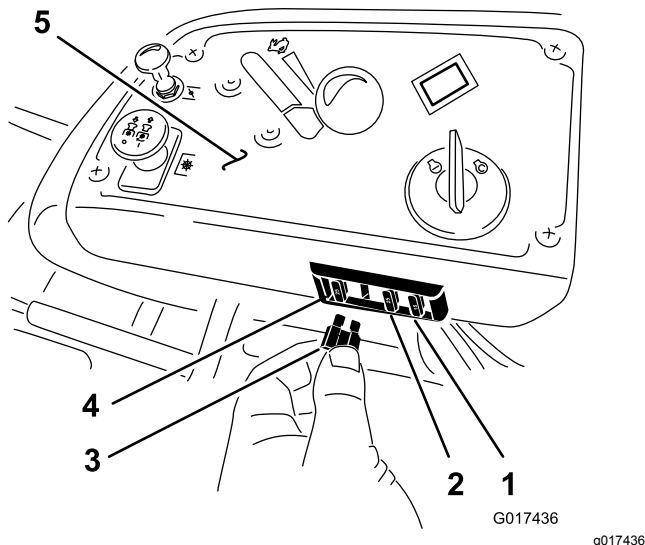

Figure 53
Les fusibles sont situés sur la console droite, près du siège (Figure 53).
2. Remplacez le fusible (Figure 53).